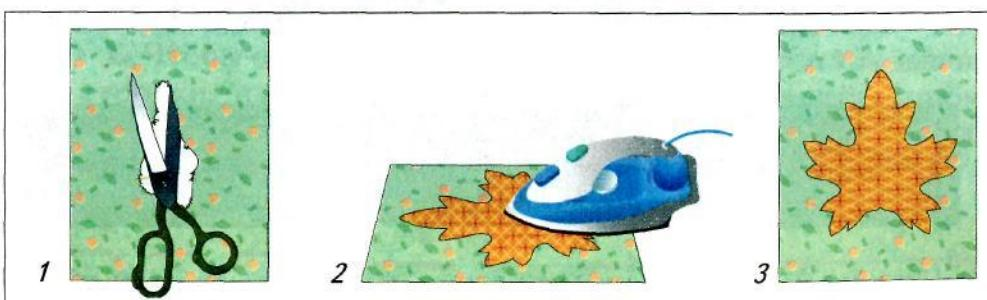

Рис. 80. Выполнение ремонта термоаппликацией
Выполните ремонт с помощью термоаппликации (рис. 80).
1. Подрежьте края поврежденного участка (рис. 80, 1). Наложите на него термоаппликацию kleевой стороной вниз.
2. Приутюжьте термоаппликацию в течение 15–30 секунд утюгом (рис. 80, 2), разогретым на положении «••», или «шерсть».